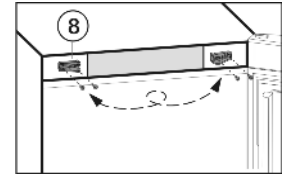

Fig. 7
- ▶ Открутите опорную деталь Fig. 7 (8) и прикрутите её снова с поворотом на 180° на противоположную сторону. При необходимости просверлите отверстия или используйте аккумуляторную отвертку.